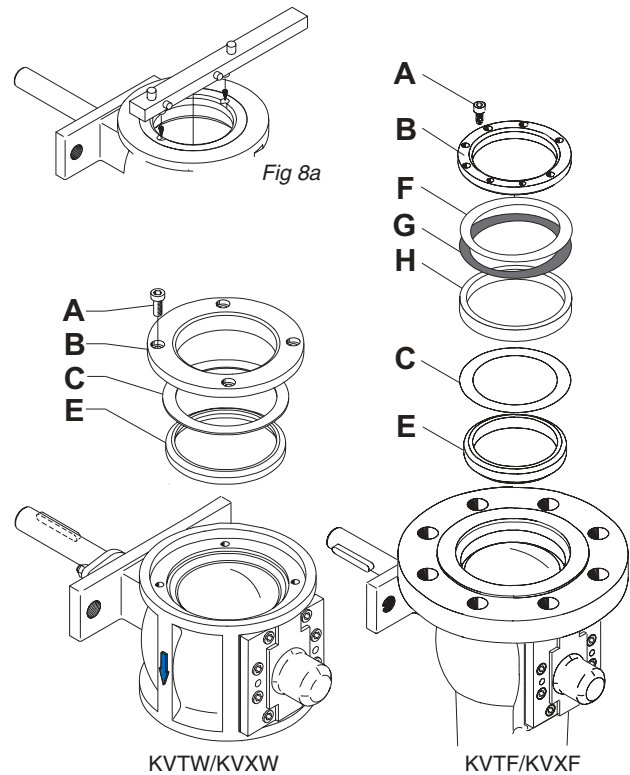

Fig 8
6. Montera det nya sätet på stödringen. (Fig. 8)
Byte av stellite-säte (Fig. 8 - 11)